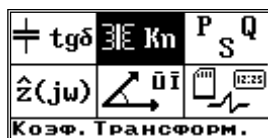

Рисунок 82
7.5.1 Нажмите кнопку  на лицевой панели ИБ и пульта ДУ, после включения измерителя и установления Bluetooth-соединения при помощи кнопок , , ,  выберите пункт «Коэффициент трансформации» (рисунок 82) в меню выбора режимов работы пульта ДУ и нажмите кнопку .